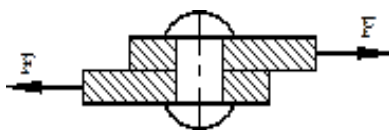

Рисунок 4
4. Определить необходимое количество заклепок диаметром 20 мм для соединения внахлестку двух листов толщиной 8 мм и 10 мм (рис.4). Сила F , растягивающая соединение, равна 200 кН. Допускаемые напряжения: на срез $[\tau] = 140$ МПа, на смятие $[\sigma_c] = 320$ МПа.